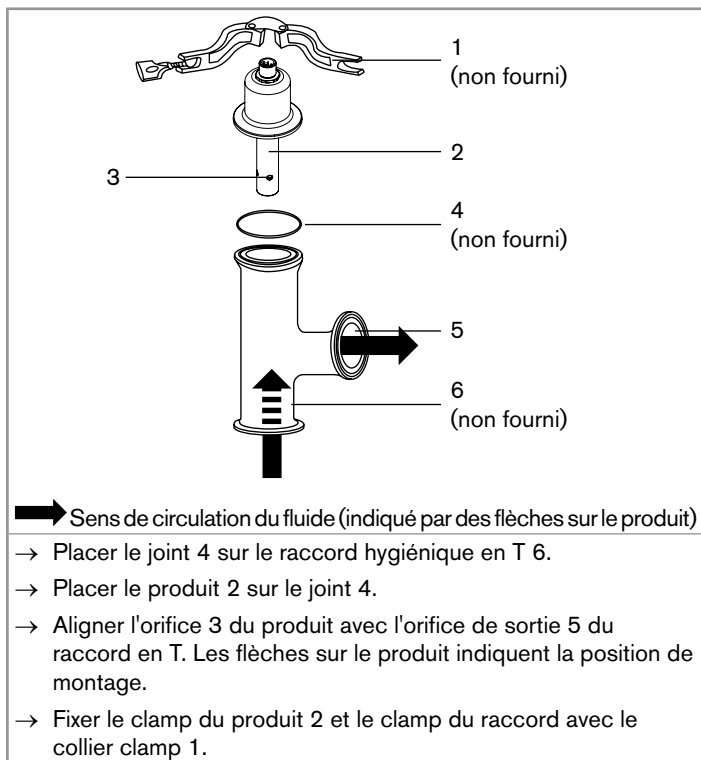
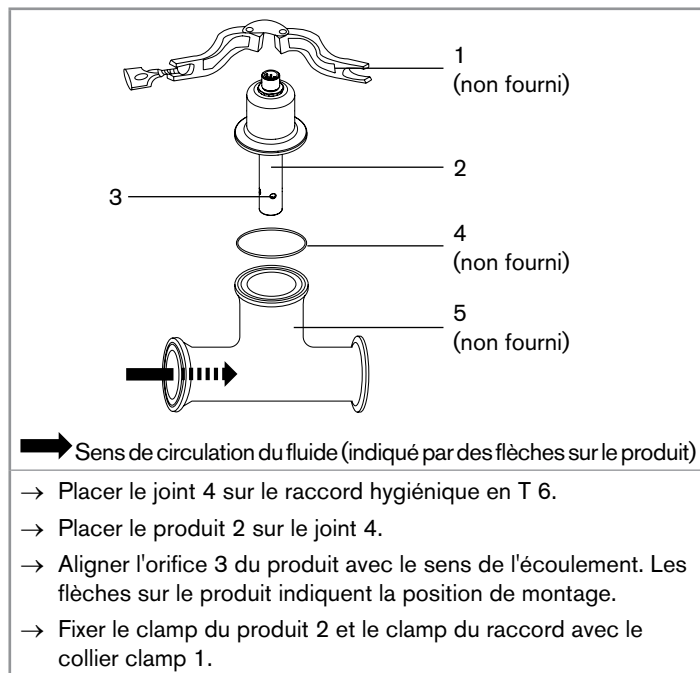

Fig. 4: Installation d'un 8221 de référence article 564898, 568818, 569643 ou 571162 sur une canalisation
Fig. 5: Installation d'un 8221 de référence article 564899, 562261, 568818, 569643 ou 571162 sur une canalisation
- Pour la référence article **564898** respecter le montage de la Fig. 4.
- Pour la référence article **564899** ou **562261** respecter le montage de la Fig. 5.
- Pour la référence article **568818** ou **569643** respecter le montage de la Fig. 4 ou celui de la Fig. 5.
- Pour la référence article **571162** respecter le montage de la Fig. 4 ou celui de la Fig. 5.